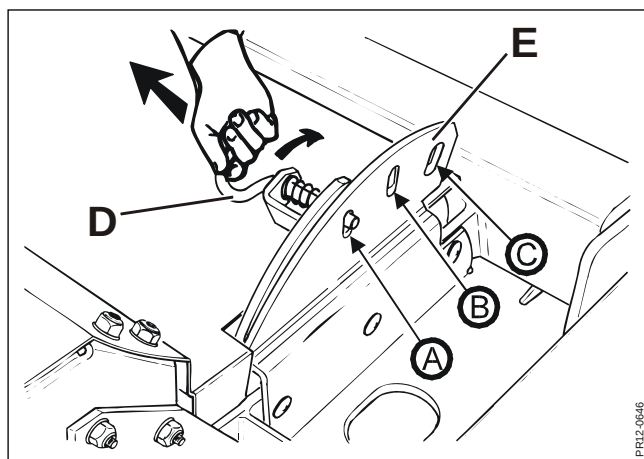

Fig. 3-16
Fig. 3-16 Systemet manövreras med handtaget **D**, vilket kan placeras i 3 positioner på konsolen **E**. Crimperplåtens avstånd till rotorn ändras genom att flytta handtaget **D** till ett av de andra hålen på konsolen **E**. Placeras handtaget i pos.(A), blir avståndet mellan crimperplåten och crimperfingrarna litet, i pos. (B) ökar avståndet och i pos. (C) är avståndet stort.